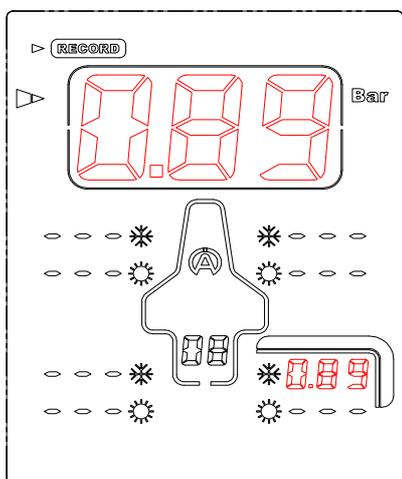

Figura 3
- 3) Collegare Tyrecontrol alla valvola del pneumatico (figura 3).